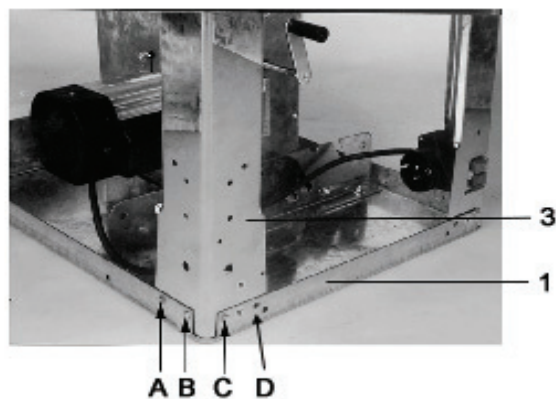

Fig. 3
- Prendere quattro viti con testa esagonale M6x16, quattro rondelle M6 e quattro dadi M6 e montare la parte 3 sulla parte principale 1. Le viti vengono inserite nelle posizioni A, B, C e D di cui la fig. 3. Non serrare troppo le viti.